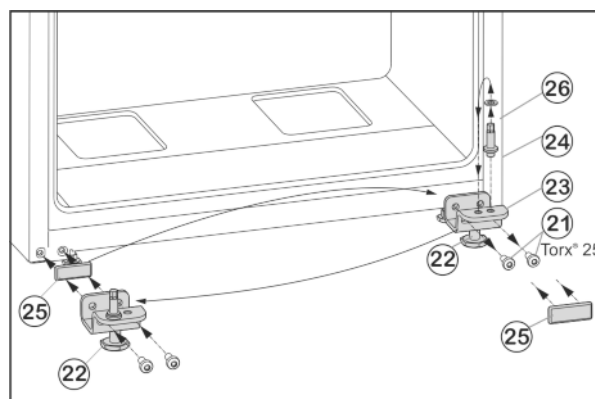

Fig. 7
- ▶ Открутите крепежные винты Fig. 7 (21).
- ▶ Снимите нижний опорный кронштейн Fig. 7 (23) вместе с опорным пальцем Fig. 7 (24), шайбой Fig. 7 (26) и регулируемой опорой Fig. 7 (22).
- ▶ Открутите опорный палец Fig. 7 (24) вместе с шайбой Fig. 7 (26) и, переставив в отверстие на противоположной стороне опорного кронштейна, снова прикрутите.
- ▶ Аккуратно снимите защитную пластину Fig. 7 (25) и переставьте ее на противоположную сторону.
- ▶ Прикрутите нижний опорный кронштейн Fig. 7 (23) вместе с опорным пальцем Fig. 7 (24), шайбой Fig. 7 (26) и регулируемой опорой Fig. 7 (22) с другой стороны шарнира (с моментом 4 Нм), при необходимости используйте аккумуляторный шурупверт.
- ▶ Установите нижнюю дверцу сверху на опорный палец Fig. 7 (24).
- ▶ Выверните регулируемую опору *Fig. 7 (22)* на нижнем опорном кронштейне *Fig. 7 (23)* до ее соприкосновения с полом.